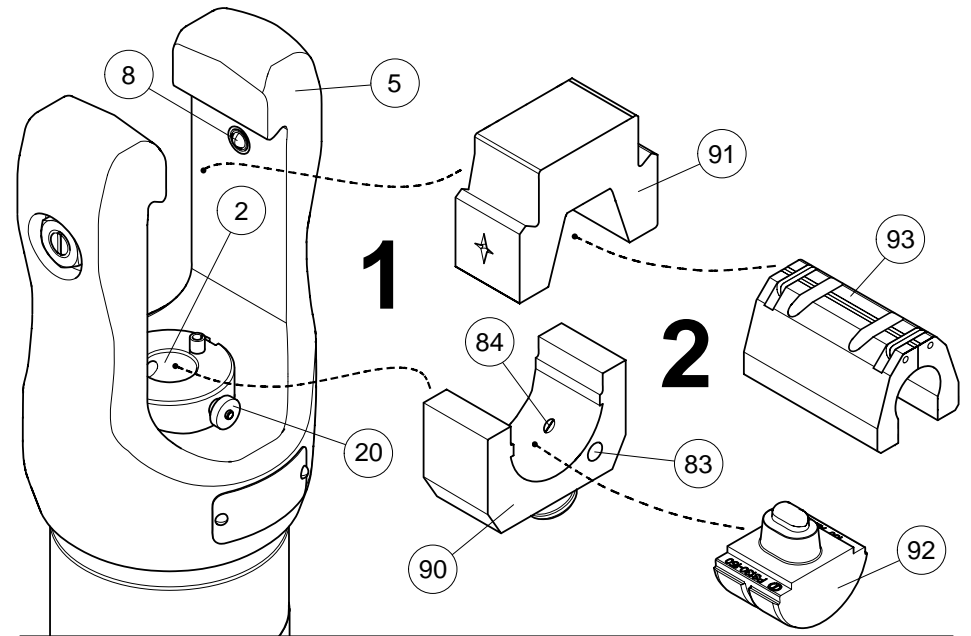

FIG. 3
- Utilisée avec l'adaptateur **AU231-130-C** (voir fig. 5), la tête **RHU231** peut employer toutes les matrices à enclenchement semi-circulaires communes aux outils **Cembre** de la série à 130 kN pour la compression de connecteurs pour conducteurs en général de 400 mm2 (800MCM) maxi et pour les câbles en aluminium de 300 mm2 (600MCM) maxi. Des adaptateurs appropriés permettent également d'utiliser toute la gamme de matrice de mise au rond et des matrices communes aux outils **Cembre** de la série 130 kN réalisant un poinçonnage profond, matrice fermée, sur câbles aluminium de 240 mm2 maxi (voir tab. **A** et **B** et fig. 3).
#### 5. EMPLOI SUR CONNECTEURS POUR CABLES EN ALUMINIUM D'UNE SECTION DE 16 A 240 mm2 (Réf. à Fig. 3)